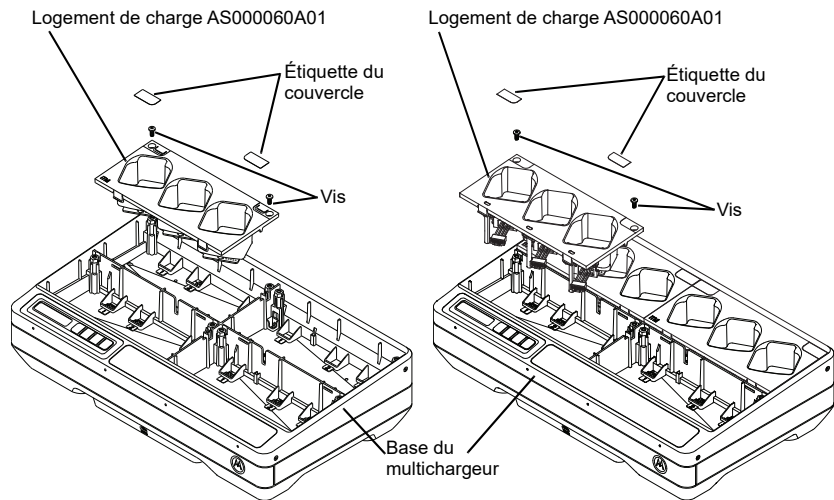

Figure 7 : Installation et retrait d'un logement de charge.
4. Retirez le faisceau du logement en tirant tout droit sur le connecteur (voir la Figure 7).